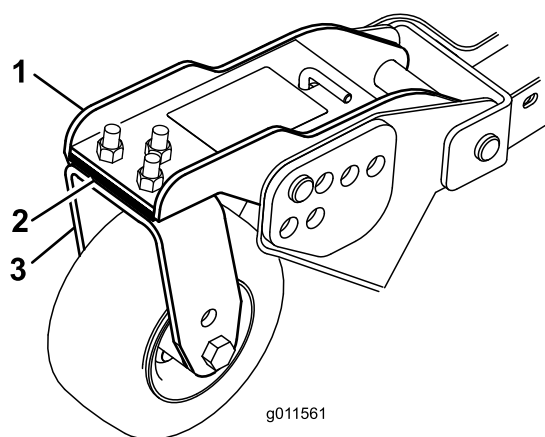

Figure 34
3. Ajoutez ou retirez des cales de 3 mm sur le(s) bras pivotant(s) avant pour que la hauteur de coupe corresponde à celle indiquée sur l'autocollant (Figure 34).
3. Si le bord intérieur de l'unité de coupe latérale est trop élevé par rapport au bord extérieur de l'unité de coupe avant, retirez une cale de 3 mm au bas du bras de la roue pivotante intérieure avant de l'unité latérale (Figure 34).